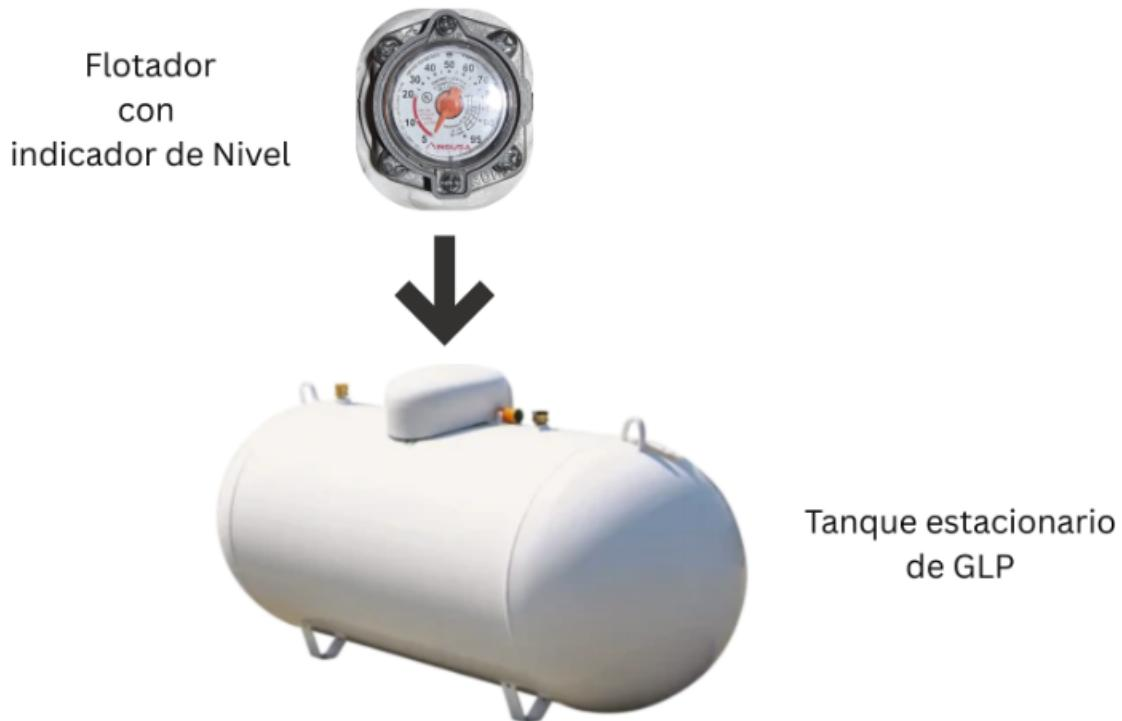

Figura 1 Ubicación del flotador en el tanque estacionario de gas LP
- i** El flotador con indicador de nivel generalmente se encuentra en la parte superior del tanque o bajo una cubierta protectora contra el sol, como se muestra en la Figura 1.